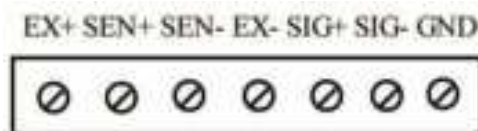

Рис. 3-4 Интерфейс тензодатчика
При соединении с тензодатчиком использует шестипроводной режим соединения. Просьба обратиться к интерфейсам, представленным на Схеме задних функциональных клавиш (рис. 3-4). Ниже следуют подробные определения:
**Советы:** Если функция компенсации длинной линии (при режиме четырехпроводного соединения) не используется, контакты “EX+” и “SEN+”, “SEN-” и “EX-” на Рис. 3-4 должны быть накоротко соединены; в противном случае, индикатор не может быть откалиброван и не будет корректно взвешивать.